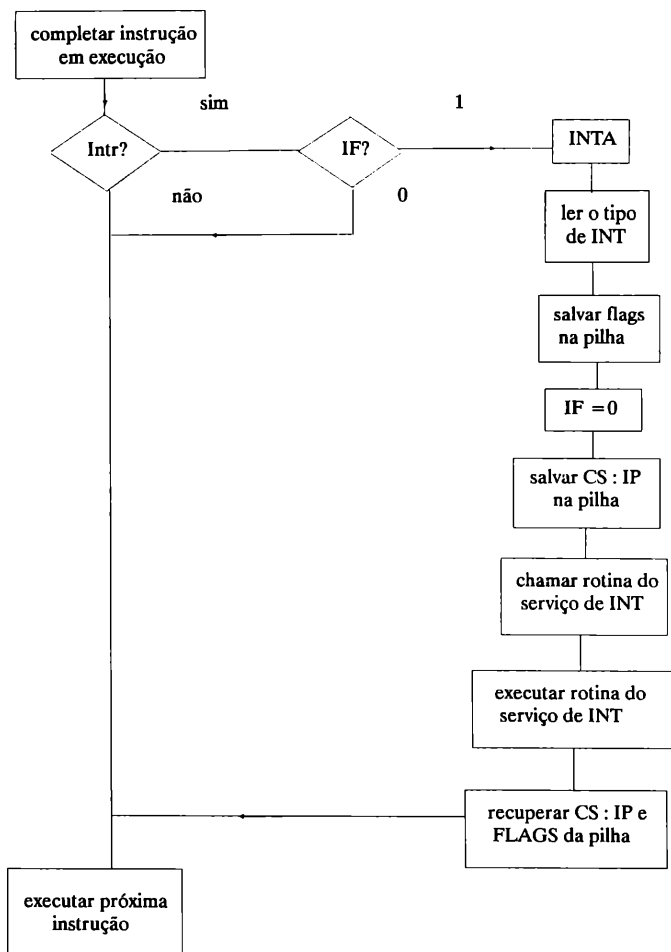

Figura 5.1 Ciclo de uma interrupção mascarável
- (1) Dispositivo externo solicita uma interrupção (sinal de strobe baixo em uma das 8 entradas do 8259)
- (2) Definido por hardware (ver Tabela 5.1), esta interrupção está associada a um dos níveis de prioridade estabelecidos pelo 8259. A informação de que esta interrupção foi solicitada é preservada pelo 8259 ("latch") caso a CPU esteja ocupada.
- (3) O controlador 8259 solicita uma interrupção a CPU (INTR)
- (4) A CPU define o status de execução de uma interrupção ($S2 = S1 = S0 = 0$, ver Tabela 3.2). O controlador de bus 8288 decodifica esta informação e envia 2 pulsos de protocolo INTA (interrupt acknowledge), solicitando definição a respeito de qual tipo de interrupção foi solicitada.
- (5) O controlador coloca no bus de dados (D0-D8) o endereço do vetor de interrupção indicado pelo tipo de interrupção.
- (6) A CPU, reconhecendo o tipo de interrupção procura na tabela do vetor de interrupção (20h--3Ch) o endereço da rotina do serviço de interrupção.
- (7) Capturando o endereço da rotina de interrupção a CPU executa um ciclo de interrupção tal como descrito na Figura 5.1